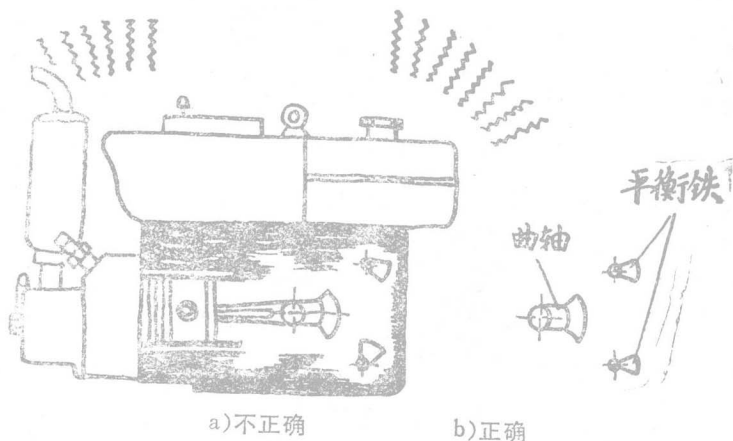

图3 S195平衡铁装错引起强烈振动
(2)不懂柴油机某些机构的作用，随便安装引起的故障。例如，S195两个平衡块，是用来平衡曲轴连杆机构的，不懂它们的作用，就有可能装错，引起柴油机强烈振动的故障。（见图3）。